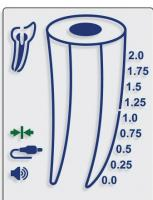

Fig. 3
- 5.3.2. L'icône de « connexion » doit apparaître à l'écran pour indiquer que le branchement est correct (Fig. 3).